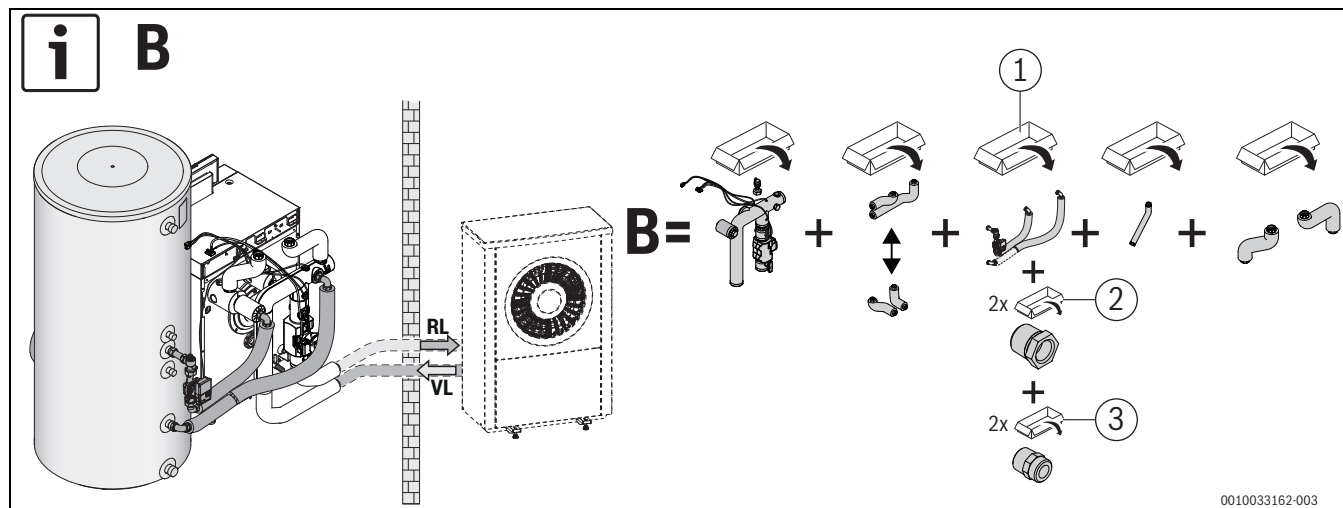
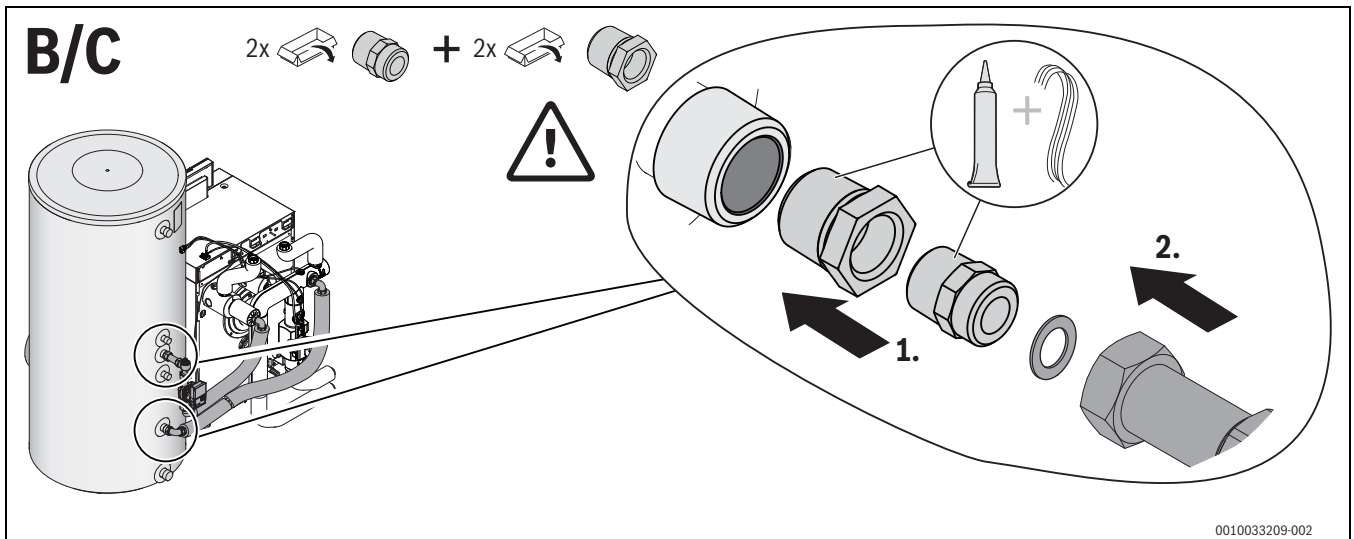

Bild 13 Speicher-Verbindung stehender Speicher rechts, Variante B, beispielhaft dargestellt für Kesselgröße 15 kW
Bild 15 Montage Speicherverbindung stehender Speicher, Varianten B und C
- ▶ Rohrgruppe entsprechend der vorgesehenen Varianten (→ Bild 13 – Bild 15) montieren (→ separate Installationsanleitung des Speicher-